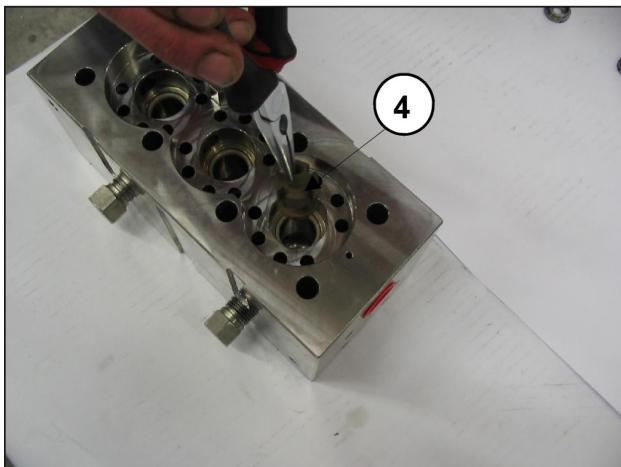
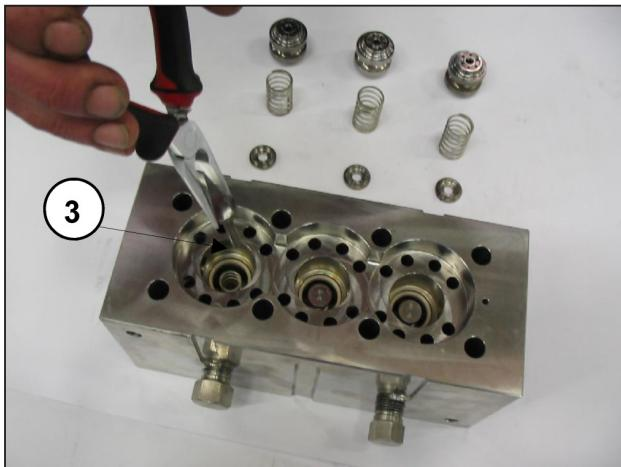

Fig. 26
Fig. 27
- Sortir les plateaux de refoulement ③ et leurs guides ④ avec les ressorts correspondants, comme le montrent les Fig. 26 et Fig. 27, vérifier s'ils sont usés et les remplacer si nécessaire ; toujours les remplacer aux intervalles indiqués dans le tableau « ENTRETIEN PRÉVENTIF », chapitre 11 du *Manuel d'utilisation et entretien*.